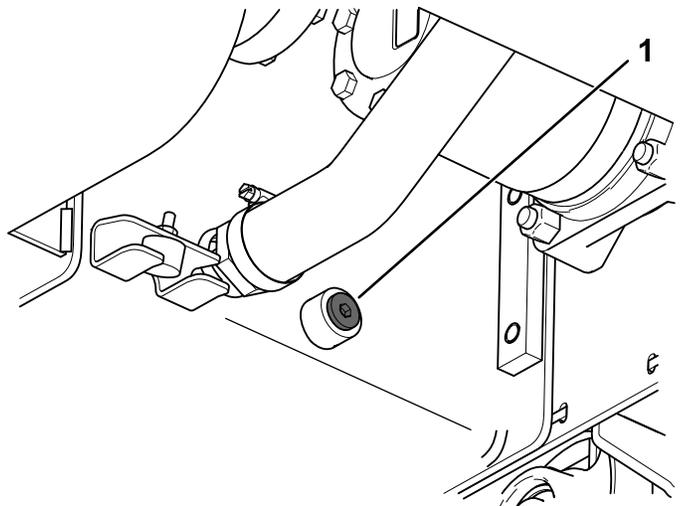

Bild 64
9. Entfernen Sie die Ablassschraube am Hydraulikbehälter und lassen das Hydrauliköl in die Auffangwanne ab (Bild 64).
- A. Entfernen Sie die beiden Schrauben und die Muttern, mit denen der Fräsbaum am Grabarm befestigt ist (Bild 64).